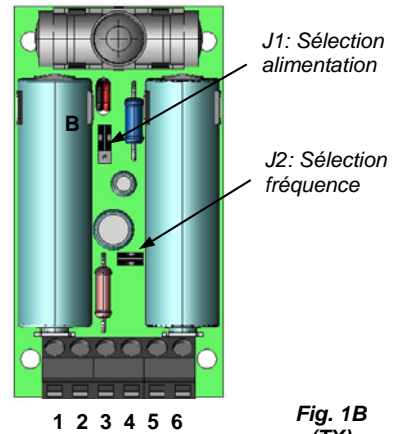

Fig. 1B (TX)
- Effectuer les connexions comme indiqué dans les paragraphes précédents et sélectionner l'alimentation de l'émetteur au moyen du cavalier prévu à cet effet (J1, Fig. 1B):
- Relier au bornier prévu à cet effet (bornes 3 et 4, Fig. 1B) le contact de la tranche ou de la sécurité extérieure à l'émetteur. **Si cette option n'est pas utilisée, ponter les bornes 3 et 4.**
- Relier au bornier prévu à cet effet (bornes 5 et 6, Fig. 1B) le contact de la tranche résistive 8K2 extérieure à l'émetteur. **Si cette option n'est pas utilisée, NE PAS ponter les bornes 5 et 6.**